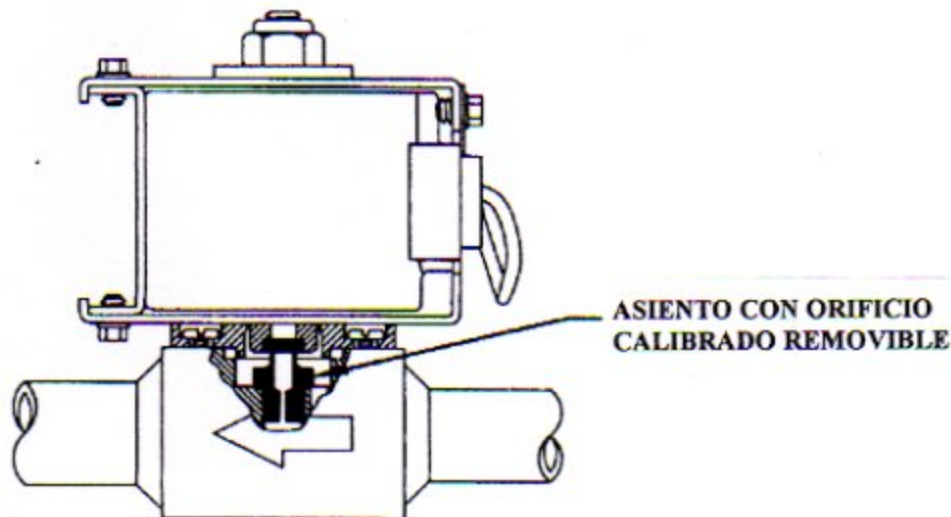

FIGURA 8
Con excepción de la válvula solenoide para agua, las demás estarán directamente soldadas a la cañería y vienen provista con un asiento de acero inoxidable, desmontable (ver figura 8). Este asiento desmontable facilita la inspección y reemplazo del mismo. La válvula solenoide para agua (D) tiene cuerpo de bronce con extremos roscados y puede ser fácilmente desarmada.